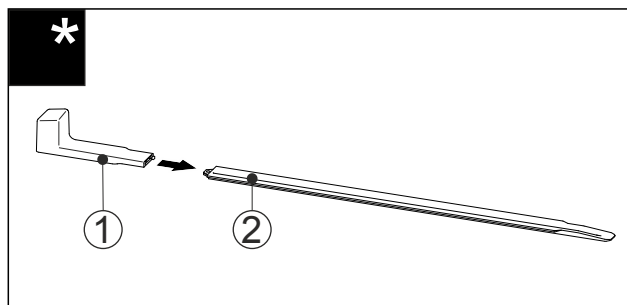

Fig. 54
- Montážní úchyt Fig. 54 (1) připevněte k nivelační liště Fig. 54 (2).